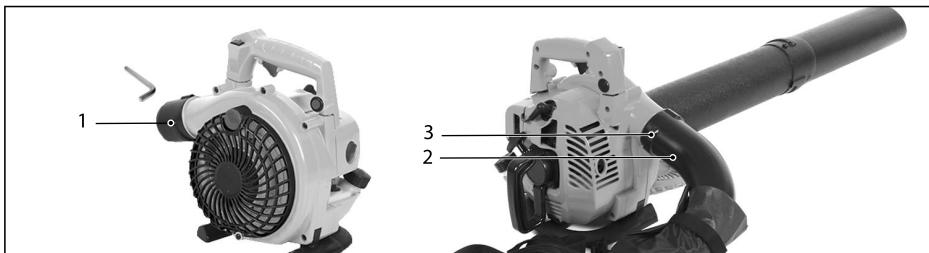

Fig. 3
1. Utilizând cheia hexagonală inclusă, desfaceți șuruburile de pe capul de motor (1) și păstrați-le în siguranță.
2. Introduceți capătul tubului sacului colector în caseta capului de motor (2), apoi împingeți-l în direcția mașinii cât mai mult posibil până se oprește.
3. Re-fixați șuruburile capului de motor. (3).
4. Inversați acest proces pentru detașare (Fig. 3)